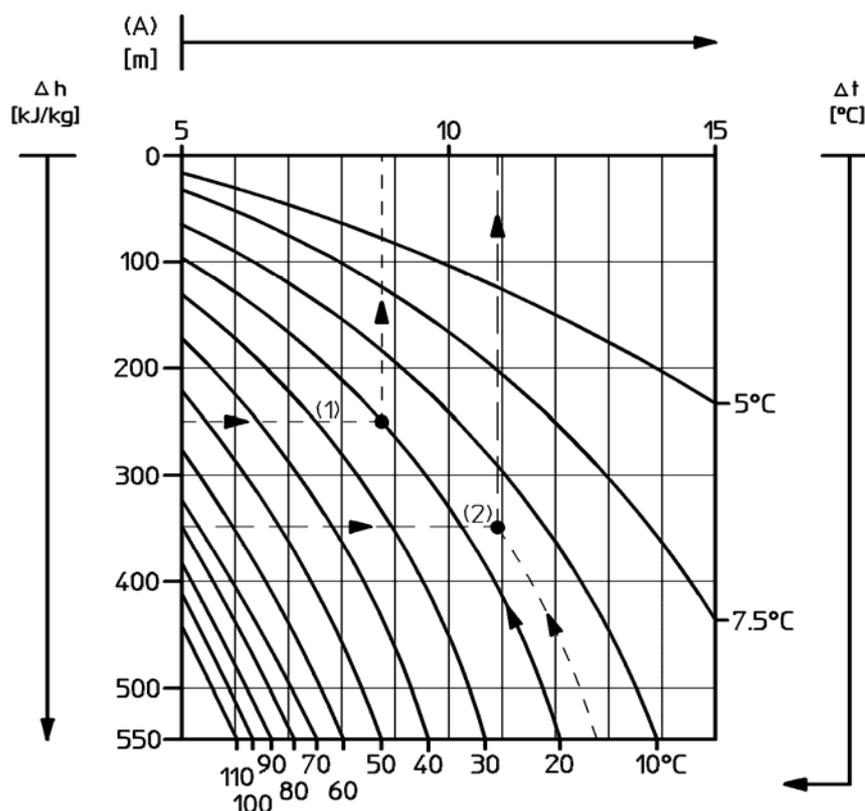

Рисунок 4: Расстояние (A) от охладителя до температурного датчика
Рис. 4 действителен для температур воды от 100°C до 120°C
Расстояние (A) между охладителем и температурным датчиком приведено на рис. 4.